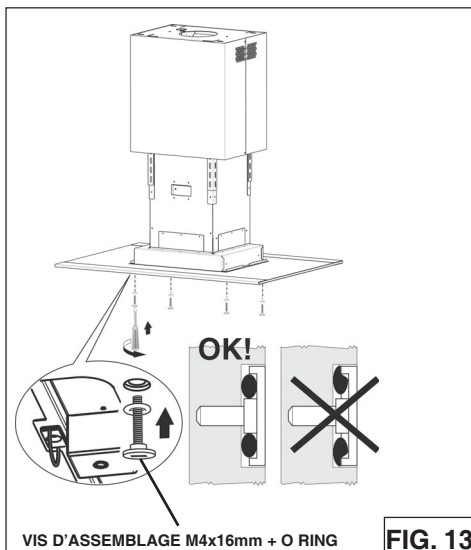

FIG. 13
4. Fixer le verre sur le cadre de support par 4 vis M4x16 esthétiques ainsi que le joint torique situé dans le package de matériel. **IMPORTANT: insérez les vis esthétiques comme le montre la figure 13.**